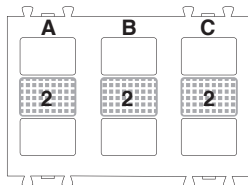

Fig. 2a
La partie frontale du dispositif est subdivisée en neuf zones sensibles, subdivisées en trois colonnes de trois zones. Pour chaque colonne, peut être activée la zone centrale (2) ou les deux zones en haut et en bas (1 et 3) (voir Fig. 2a, 2b, 2c). On pourra donc avoir d'un minimum de trois zones sensibles actives à un maximum de six (condition par défaut).